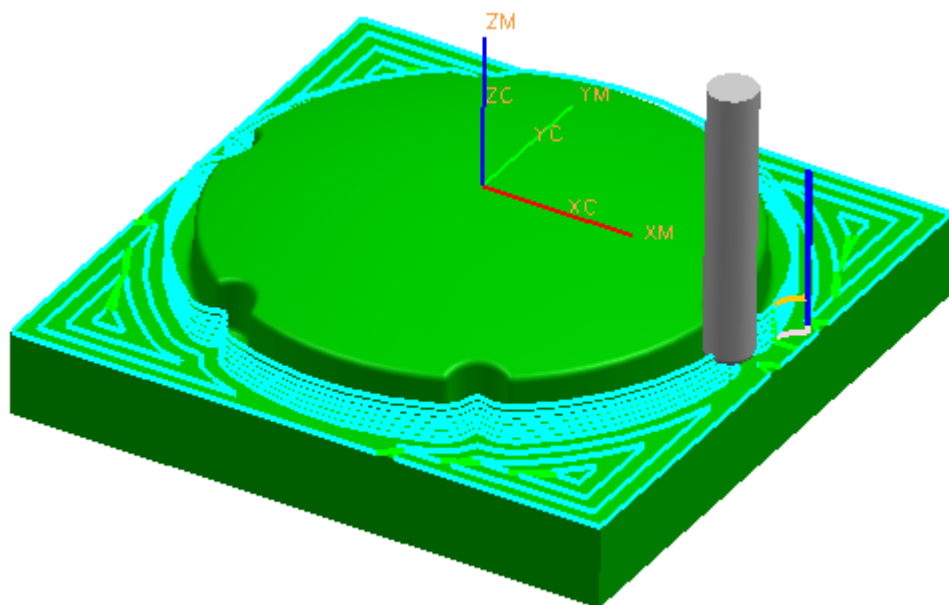
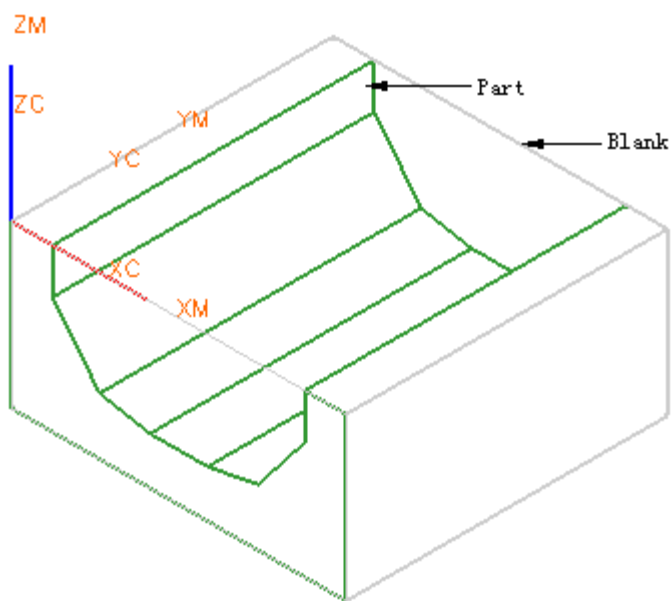

图 5-4
图 5-5
- 等高轮廓铣主要用于半精加工或精加工，创建操作可使用球形立铣刀、有圆角立铣刀或平底立铣刀，分别如图 5-4、图 5-5 图 5-7 所示。
ZLEVEL_PROFILE: 等高轮廓铣，以等高层状刀轨加工零件表面，可加工零件所有表面，也可通过设置参数只加工陡峭表面或非陡峭表面，图 5-5 是等高轮廓铣刀轨示意图。